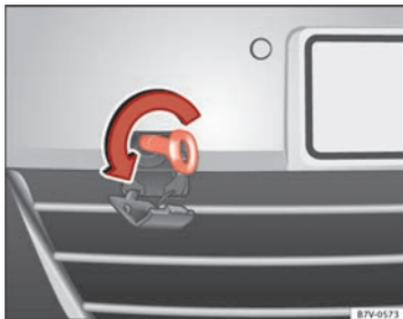

Abb. 221 Im Stoßfänger vorn rechts: Abschleppöse einschrauben. ■
Die Aufnahme für die einschraubbare Abschleppöse befindet sich vorn rechts im Stoßfänger ⇒ Abb. 221.
- Abschleppöse so fest es geht **entgegen dem Uhrzeigersinn** in die Aufnahme drehen ⇒ Abb. 221 ⇒ . Einen geeigneten Gegenstand benutzen, mit dem die Abschleppöse vollständig und fest in die Aufnahme eingeschraubt werden kann.